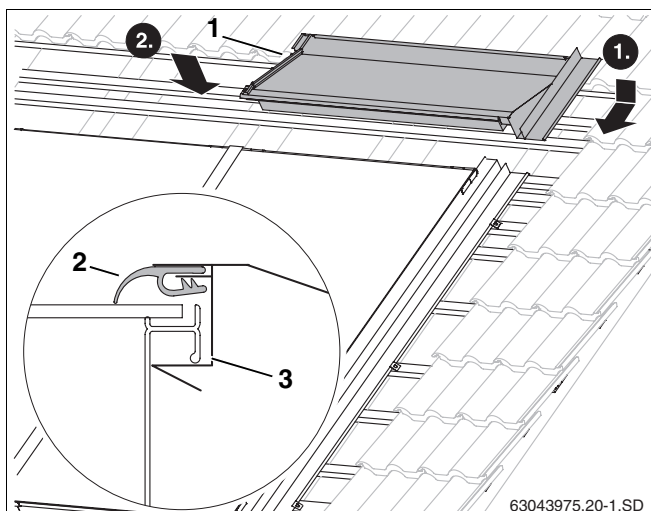

Fig. 56 Tôle de recouvrement supérieure droite
- Insérer la tôle supérieure droite (fig. 56, **pos. 1**) dans la tôle latérale droite.
- En appuyant en haut sur la tôle de recouvrement, la tôle s'encastre dans la rainure du châssis du capteur (fig. 56, **pos. 3**).
- Poser la lèvres en caoutchouc (fig. 56, **pos. 2**) en haut sur le capteur.
- En appuyant par le haut sur la tôle de recouvrement, la tôle s'encastre dans la rainure du châssis du capteur (fig. 56, **pos. 3**).